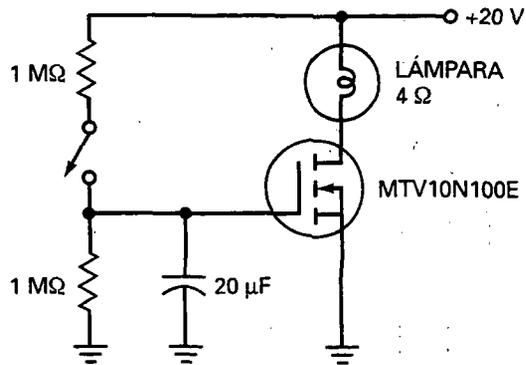

Figura 14-32
- 14-23. ¿Cuál es la constante de tiempo RC en la Figura 14-32? ¿Y la potencia de la lámpara cuando está totalmente encendida?
- 14-24. Las dos resistencias en el circuito de puerta de la Figura 14-32 están duplicadas. ¿Cuál es la constante de tiempo RC? Si la lámpara se cambia por otra con una resistencia de 6Ω , ¿cuál es la corriente cuando está totalmente encendida?